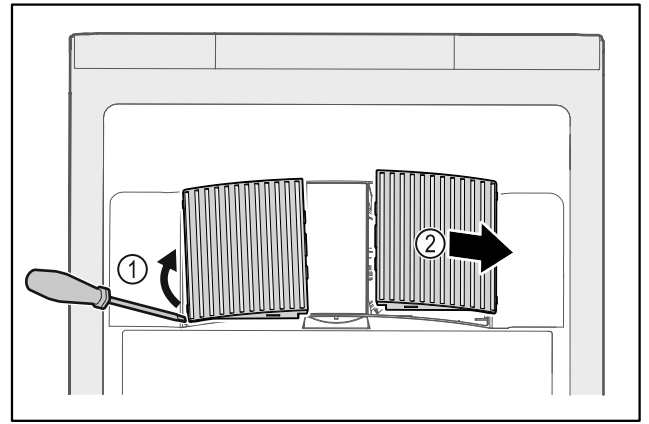

Fig. 176
- ▶ Väännä tuulettimen suojuksen varovasti sivulta pois paikaltaan Fig. 176 (1) ja poista suojuksen etukautta Fig. 176 (2).